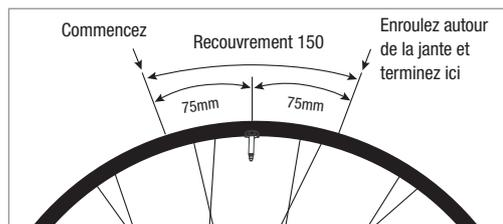

Figure 5
- Commencez à coller 75 mm sur un côté de la valve. En roulez 360° autour de la jante et ajoutez 75 mm de l'autre côté de la valve pour obtenir un recouvrement de 150 mm (Fig. 5).